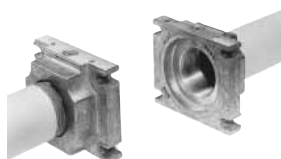

Рис. 9
1. Установить фланец на трубе. Использовать соответствующую применяемому газу оснастку (Рис. 9)
2. установить устройство MB-DLE и уделить особое внимание прокладкам O-Ring (Рис. 9)